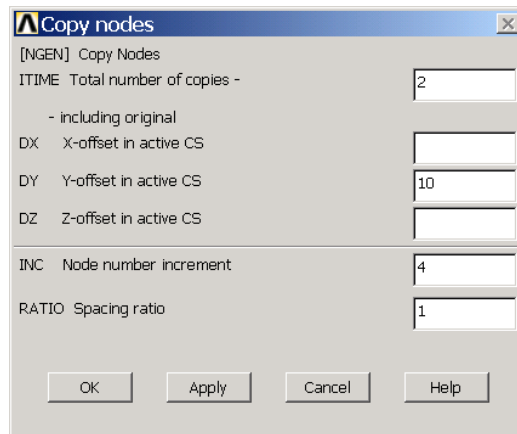

图2.26 复制节点对话框
(4) 单击 Main Menu>Preprocessor>Modeling>Copy>Nodes>Copy 菜单，弹出图形拾取对话框，用鼠标选择所有节点，然后单击【OK】按钮。
(5) 接着弹出如图 2.26 所示的【Copy nodes】对话框。在【Total number of copies】文本框中输入【2】，在【Y-offset in active CS】文本框中输入【10】，然后单击【OK】按钮确认。